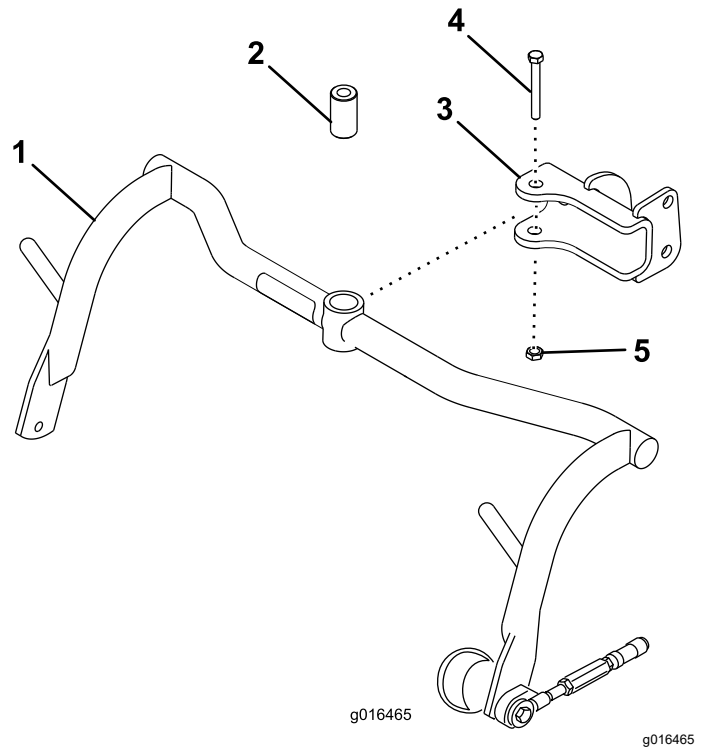

図 6
- 各クレビスにキャリアフレームを取りつけるスペーサ、ボルト  $\frac{1}{2}$ " x  $3\frac{1}{4}$ "、ロックナット  $\frac{1}{2}$ " を使用する 図 6。91-113 N·m 9.3-11.3 kg·m = 67-83 ft·lb にトルク締めする。